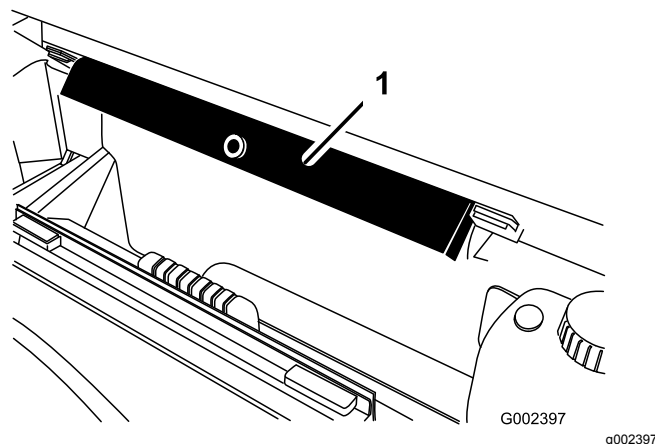

図 78
7. ROPS パネルの後ろについている保管用ブラケットから荷台サポート安全サポートを取り外す 図 78。